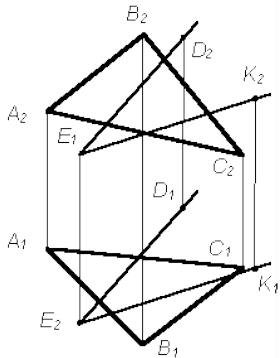

Рис.4.
4. Построить линию пересечения плоскости $P(\Delta ABC)$ с плоскостью $Q(DE \cap EK)$ (рис. 4).